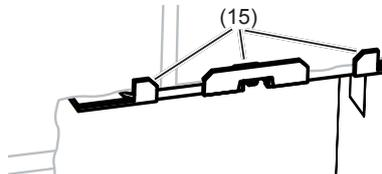

Bild 4: Einbauposition der Befestigungselemente
i Die Auflagewinkel (15) der Befestigungselemente müssen auf der Wandoberfläche aufliegen (Bild 4).